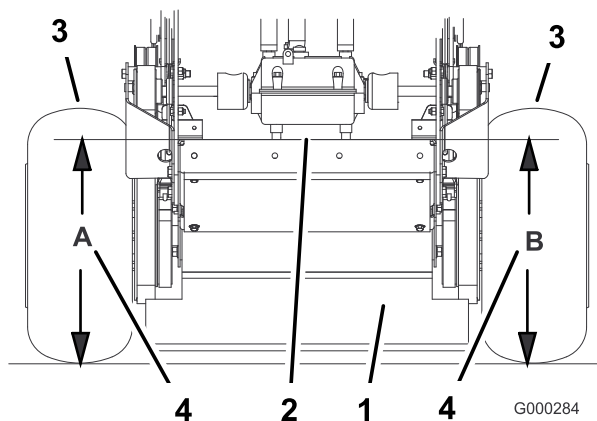

**Figura 52**
3. Posizionate un lungo bordo diritto sopra la scocca del motore come illustrato in Figura 52.
4. Al canale trasversale del telaio portante, misurate l'altezza al punto **A** (Figura 52). Questa misura deve essere di 33 mm, più o meno 6 mm.
6. Allentate i bulloni di fissaggio del telaio portante su entrambi i lati della macchina (Figura 52).
7. Allineate il telaio portante e la scocca del motore portandoli a 33 mm, più o meno 6 mm alla posizione **A** (Figura 52).